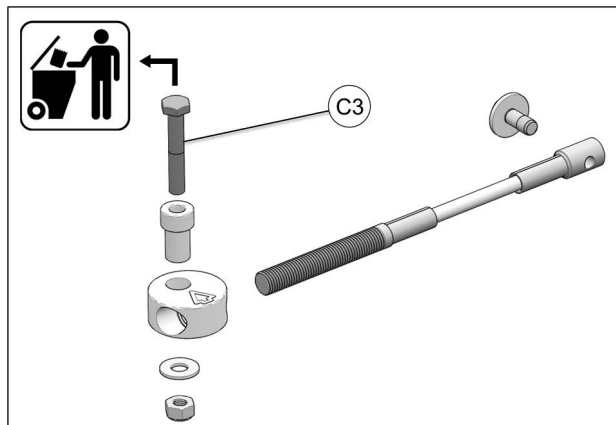

Fig. 20
11. Retirer et jeter les deux boulons M10 (**C3**) des ensembles limiteur de conduite. Voir la Fig. 20